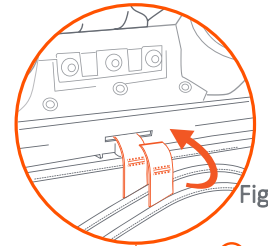

Fig. 5b
(2) Voltee la bandeja con las ranuras hacia el asiento y la cubierta (Fig. 5b).
**NOTA:** Primero enhebra la correa de la cubierta central a través de la ranura. En segundo lugar, inserte la correa del asiento central a través de la ranura (Fig. 5b).